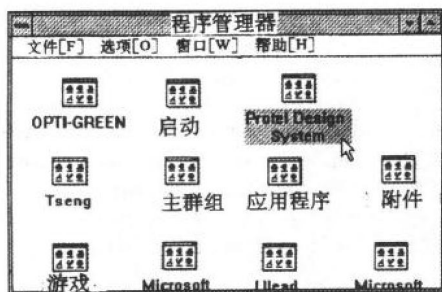
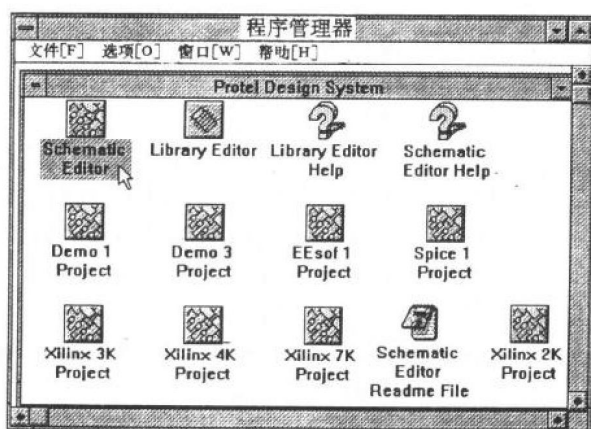

图 0.6 安装后新增的 Protel Design System 图标
图 0.7 Protel Design System 窗口内容
8. 当安装完毕后,会出现如图 0.6 中所示的箭头位置的图标(ICON),其名称为 Protel Design System。
将鼠标指针移到如图 0.6 所示的 Protel Design System 图标上,双击鼠标左键。接着便出现图 0.7 的窗口,其中 Schematic Editor 是电路图编辑执行文件图标,Library Editor 是零件库编辑执行文件图标。现在只要将鼠标指针移到 Schematic Editor 图标上,双击鼠标左键,便能开始执行电路图编辑主程序。